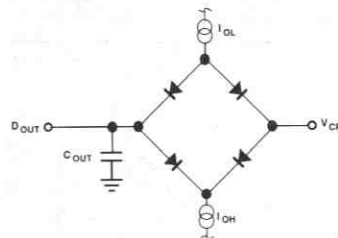

図3. バス・タイミング仕様のための負荷回路
- t_{DD} は図3に示す負荷回路を用いて測定されており、出力が0.4Vまたは2.4Vに達するまでに必要な時間として定義されています。
- t_{HL} は図3に示す負荷回路を接続した際にデータ・ラインが0.5V変化するまでに必要な時間として定義されています。